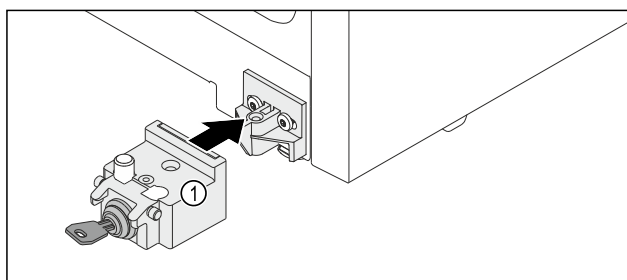

Fig. 18
- Posizionare la serratura Fig. 18 (1).